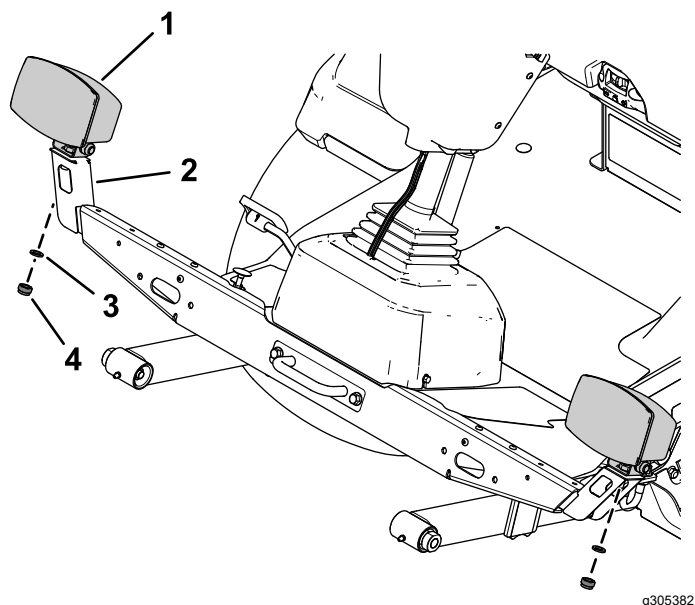

Figura 20
4. Fissate il gruppo del faro sinistro e di quello destro sul supporto del faro sinistro e di quello destro con la rondella di bloccaggio e il dado esagonale dei gruppi faro (**Figura 20**).